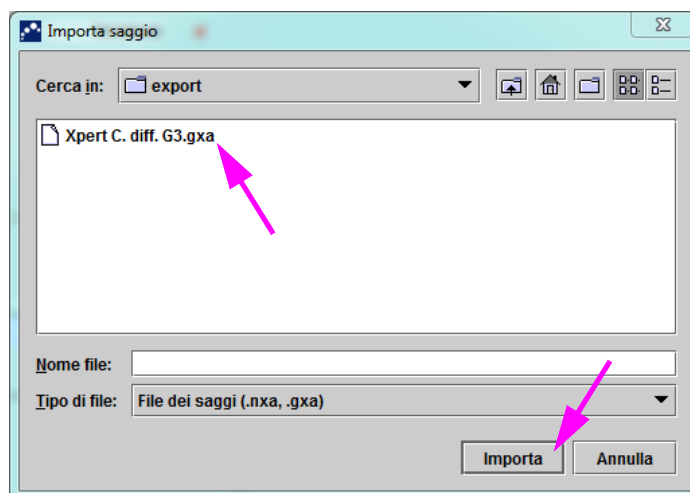

Figura 2-92. Finestra di dialogo Importa saggio
2. Fare clic su **Importa**. Verrà visualizzata la finestra di dialogo Importa saggio. Vedere la Figura 2-92.
4. Navigare alla cartella dei sistemi GeneXpert. Individuare e selezionare il file di definizione del saggio (.gxa/.nxa), quindi fare clic su **Importa**. Il nome e il numero di versione del nuovo saggio vengono visualizzati nell'elenco Saggio, sul lato sinistro della finestra, mentre i dettagli del saggio vengono visualizzati a destra dell'elenco. Vedere la Figura 2-92.